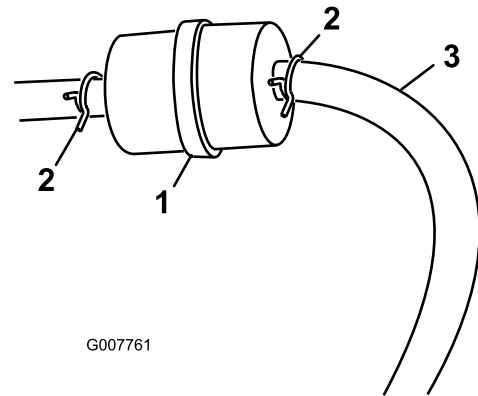

Figura 26
3. Apriete los extremos de las abrazaderas y deslícelas por el tubo alejándolas del filtro (Figura 26).
5. Instale un filtro nuevo y acerque las abrazaderas al filtro (Figura 26).
3. Afloje la abrazadera cerca del filtro de combustible y deslícela por el tubo, alejándola del filtro de combustible (Figura 26).
4. Desconecte el tubo de combustible del filtro de combustible (Figura 26).
Nota: Deje fluir la gasolina a una lata u otro recipiente apropiado (Figura 26).
5. Instale el tubo de combustible en el filtro de combustible. Acerque la abrazadera al filtro de combustible para fijar el tubo de combustible (Figura 26).